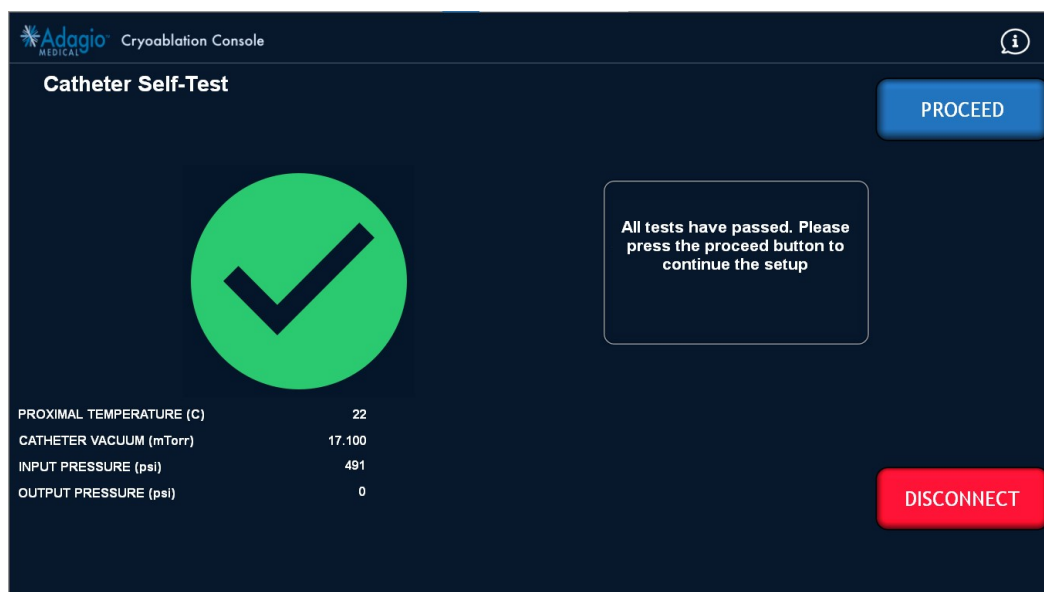
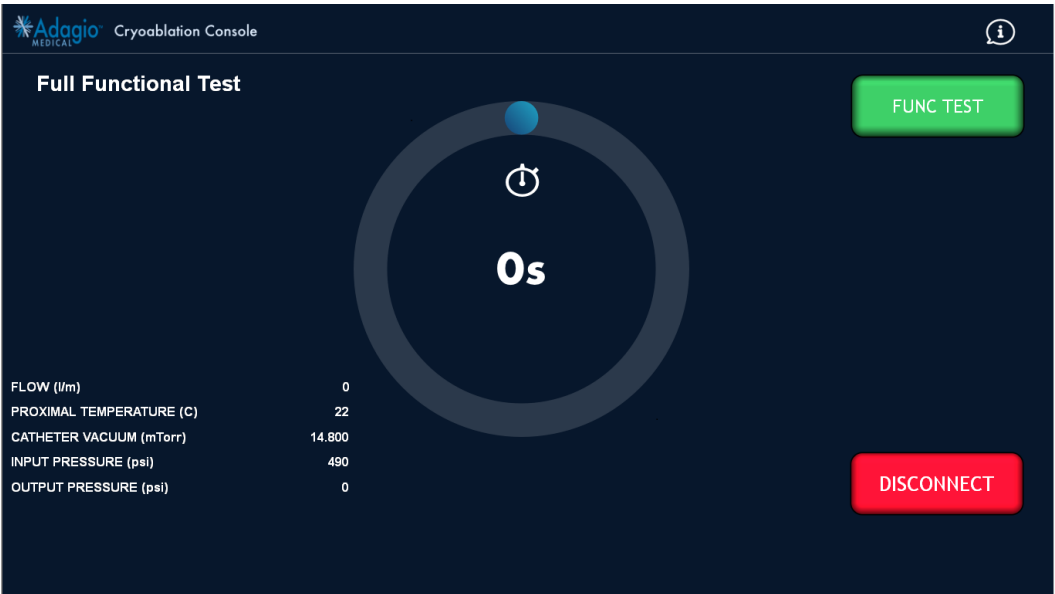

Abbildung 89 – Bildschirmanzeige: Abschluss des Katheter-Selbsttests
Abbildung 92 – Bildschirmanzeige: „Full Functional Test“ (Vollständige Funktionsprüfung)
9. Nach Abschluss der Katheter-Selbsttests (Abbildung 89) erhält der Anwender die folgende Aufforderung. Auf die Schaltfläche „PROCEED“ (Weiter) drücken, um den Modus „Full Functional Test“ (Vollständige Funktionsprüfung) aufzurufen (Abbildung 92).
10. Vor Durchführung der vollständigen Funktionsprüfung das Kryoablationselement (Vereisungsabschnitt) in sterile Kochsalzlösung eintauchen. Danach im Bildschirm „Full Functional Test“ (Vollständige Funktionsprüfung) (Abbildung 92) auf die Schaltfläche „FUNC TEST“ (Funktionsprüfung) drücken, um die Vereisung einzuleiten, was 30 Sekunden in Anspruch nimmt. Während der Vereisung den Katheter beobachten, um sicherzustellen, dass sich entlang des Kryoablationselements Eis bildet und dass keine Gasbläschen entweichen oder im Eis gebildet werden. Es ist außerdem darauf zu achten, dass die auf dem Bildschirm angezeigt proximale Kathetertemperatur nicht unter -10°C absinkt. Kommt es nicht zur Eisbildung, werden Bläschen festgestellt oder fällt die proximale Kathetertemperatur (T_p) unter -10°C ab, ist die vollständige Funktionsprüfung fehlgeschlagen. Der Katheter MUSS ersetzt werden.
7. Die Konsole kann jederzeit während des Verfahrens (außer während eines Vereisungszyklus) erkennen, wenn der Katheter aus dem Körper des Patienten entfernt wurde. Wenn die Konsole feststellt, dass der Katheter entfernt wurde, erscheint das in *Abbildung 103* gezeigte Dialogfeld, in dem der Anwender gebeten wird, entweder „YES“ (Ja) oder „NO“ (Nein) zu wählen. Wird „NO“ (Nein) ausgewählt, verschwindet das Dialogfeld und der Benutzer kann zum nächsten Vereisungszyklus übergehen. Wird „YES“ (Ja) ausgewählt, erscheint der Bildschirm „Full Functional Test“ (Vollständige Funktionsprüfung) (*Abbildung 92*) und es muss eine vollständige Funktionsprüfung durchgeführt werden.